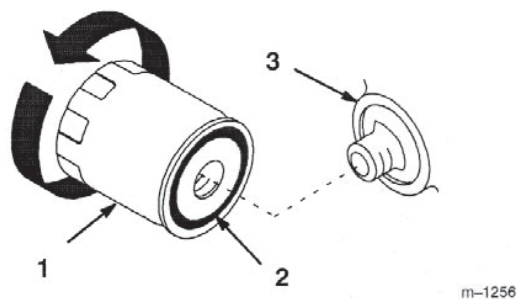

図47
2. オイル・フィルタを外し、アダプタのフィルタ取り付け部分(ガスケット面;図47)をきれいにふく。
4. フィルタのガスケット(図47)に薄くエンジン・オイルを塗る。
5. アダプタにフィルタをねじ込む。ガスケットがアダプタに当たるまで手でねじ込み、そこから更に 1/2 回転増し締めする(図47)。